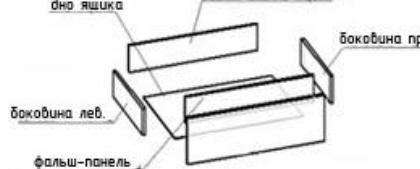

Рис. 3 Сборка ящика
- Собрать ящик (см. рис. 3) и установить его на место;